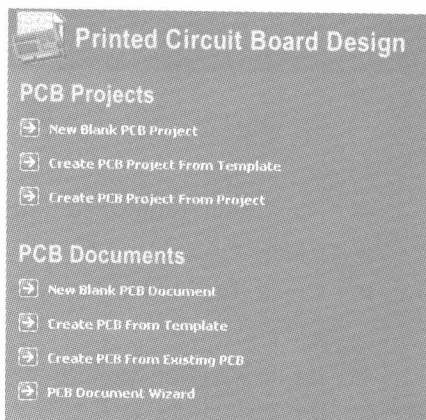

图 1.4 印制电路板设计的选项列表
④ “Reference Design and Examples”（参考设计和实例）：Protel 2004 为用户提供了许多经典的参考实例，包括原理图设计、PCB 布线和 FPGA 设计等实例。
⑤ “Help and Information”（帮助和信息）：选择该选项可获得包括原理图设计、PCB 设计、FPGA 设计等非常详细的在线帮助和参考信息。
⑥ “Printed Circuit Board Design”（印制电路板设计）：选择该选项后，系统会弹出如图 1.4 所示的印制电路板设计的选项列表。